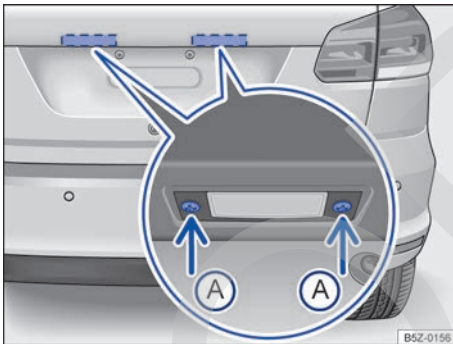

Fig. 148 En la tapa trasera: desmontar la luz de la placa de licencia.
2. Con ayuda de un destornillador, retire los tornillos de fijación → fig. 148 (A) de la luz de la placa de licencia.